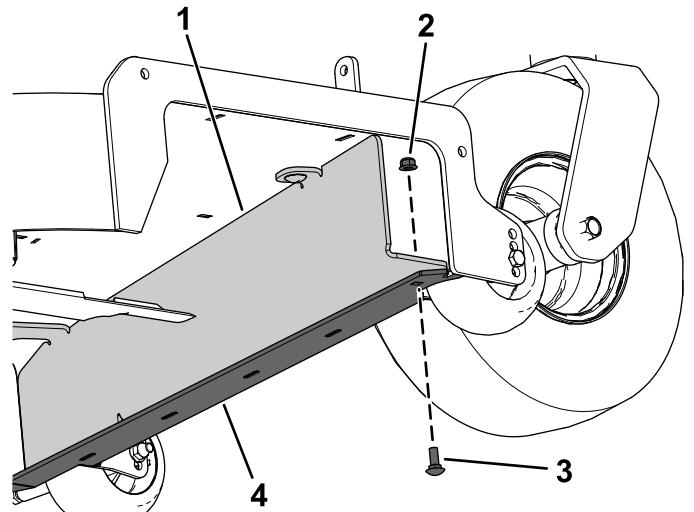

**Figura 4**
3. Instale o abafador do depósito de recolha na plataforma do cortador e amortecedor da plataforma utilizando dois parafusos de carroçaria ( $\frac{3}{8}$  pol. x  $\frac{7}{8}$  pol.), duas porcas de bloqueio ( $\frac{3}{8}$  pol.), um parafuso de carroçaria ( $\frac{5}{16}$  pol. x  $\frac{7}{8}$  pol.) e uma porca de bloqueio ( $\frac{5}{16}$  pol.) como se mostra na **Figura 4** e na **Figura 5**.